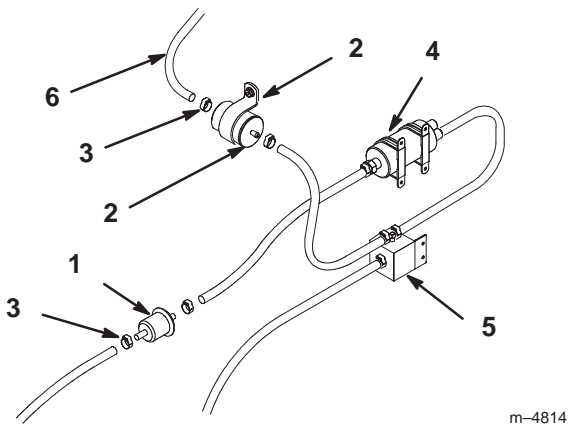

Figure 31
3. Retirez les colliers avec la pince spéciale (Fig. 31).
4. Déposez le filtre à carburant des conduites d'alimentation (Fig. 31).
5. Posez un filtre neuf et rapprochez les colliers de flexible du filtre (Fig. 31).
4. Retirez les colliers avec la pince spéciale (Fig. 31).
5. Déposez le filtre à carburant des conduites d'alimentation (Fig. 31).
6. Déposez le filtre à carburant haute pression de l'attache en R (Fig. 31).
8. Posez un filtre neuf et rapprochez les colliers de flexible du filtre (Fig. 31).